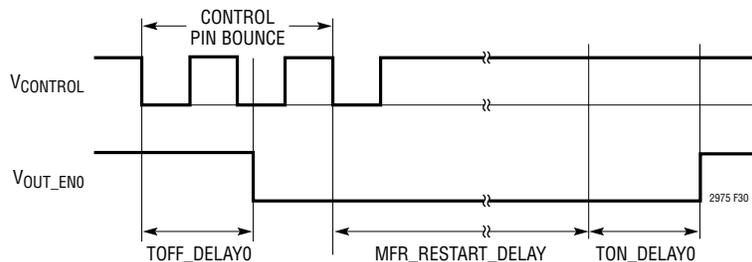
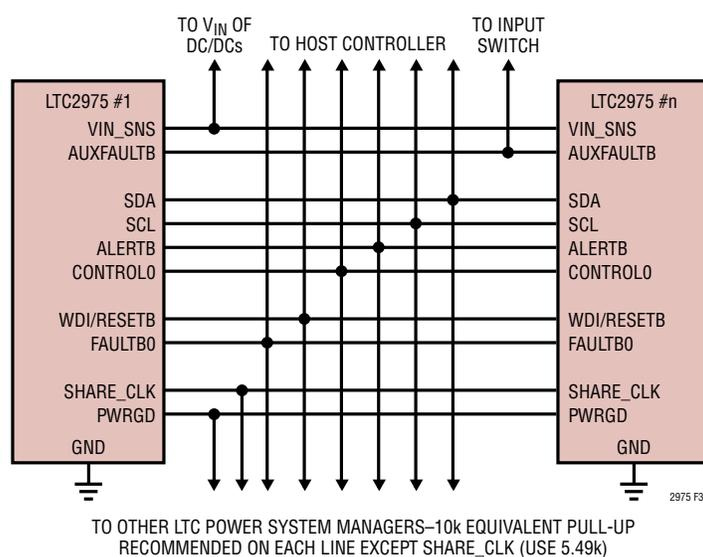

図30. 自動リスタートを使用したオフ・シーケンス
図33. リニアテクノロジーの複数のパワーシステム・マネージャ間の標準的接続
自動再起動は、CONTROLピンを10 μ sより長くオフステートに駆動した後これを解除することで開始できます。自動再起動はMFR_RESTART_DELAYの期間特定のCONTROLピンにマップされた全てのVOUT_ENピンをディスエーブルし、その後全てのDC/DCコンバータを該当するTON_DELAYに従って起動します。(図30を参照)。VOUT_ENピンはMFR_CONFIG_LTC2975コマンドでCONTROLピンのいずれかにマップされています。この機能のため、リセットしようとしているホストが、回復した後制御を利かせながら電力供給ができます。
複数のLTC2975の標準的なアレーのピンを相互接続する方法を図33に示します。
- FAULTBの配線はまとめて結線してフォルトへの依存性を作り出すことができます。図33に、いずれかのFAULTBにフォルトがあった場合にその他全てを“L”にプルする構成を示します。このようにすると、いずれかのチャンネルで電圧が発生できなかった場合に起動シーケンスを中断することが望ましいようなアレーを形成するときに役に立ちます(図30参照)。
- PWRGDはMFR_PWRGD_ENコマンドでマッピングされた出力のステータスを反映します。図33では全てのPWRGDピンが相互接続されていますが、どの組み合わせを使用することもできます。